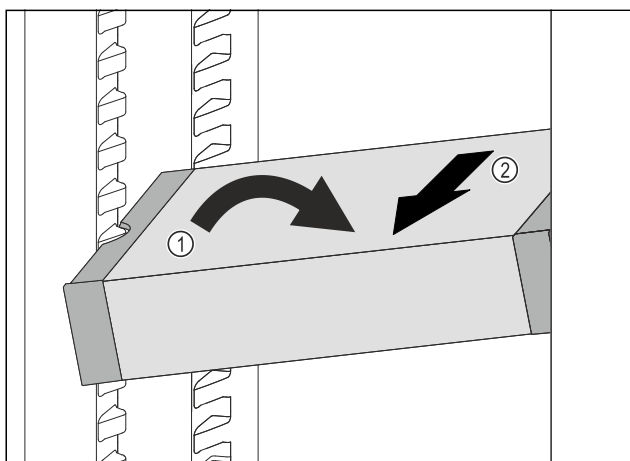

Fig. 73
- ▶ Наклонете VarioSafe в хладилната част. Fig. 73 (1)
- ▶ Извадете VarioSafe напред. Fig. 73 (2)